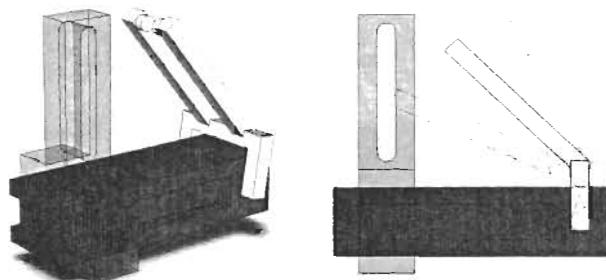

Figura 8.22. Movimiento circular de la pieza3.
- Pulse Mover componente y compruebe que la pieza3 se desplaza con un movimiento circular y un único grado de libertad sobre la pieza1. Vea la Figura 8.22.